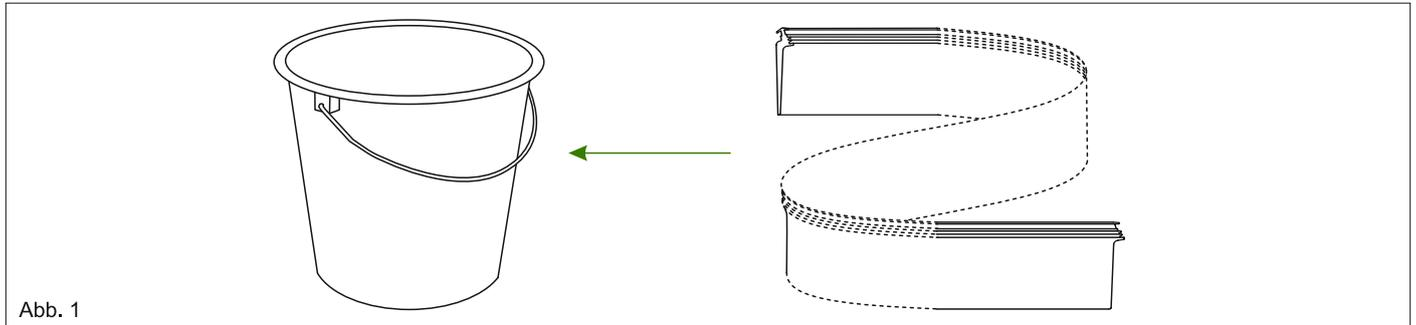

Abb. 1
2. Nehmen Sie als erstes einen Eimer und legen Sie die Wandprofil-Gummidichtung rein. Füllen Sie den Eimer mit heißen (kein kochendes Wasser) Wasser auf siehe Bild 1. Lassen Sie die Gummidichtung solange im Wasser stehen, bis diese in den weiteren Schritten benötigt wird. Siehe Abb. 1.